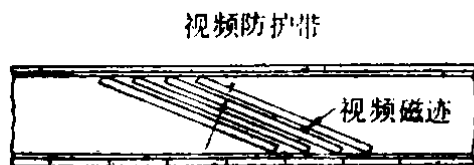
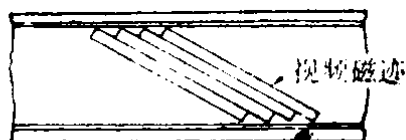

图 1-4
图 1-5
(1) 取消磁迹间的保护带。广播和专业使用的录像机，为了防止重放时相邻磁迹信号的串扰，在将信号记录在磁带上时，两条磁迹之间留有一定的空隙（图1-4），称为防护带，家用录像机为了提高记录密度，取消了防护带，使记录的磁迹一条紧依一条，如图1-5所示。这样，就提高了磁带的利用率。当然，为了解决相邻两行磁迹信号串扰问题，必须采用其他技术措施。